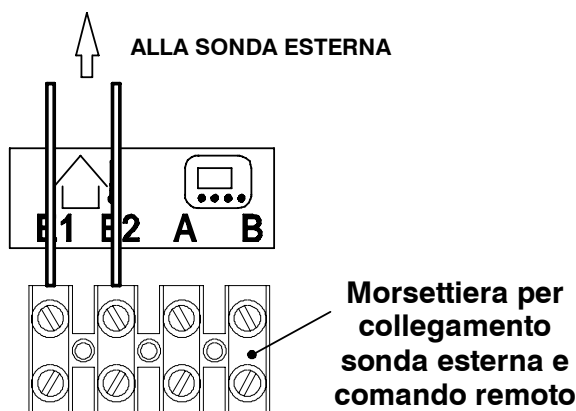

fig. 5.16
- Collegare ai morsetti **E1** e **E2** della morsettiera i due conduttori elettrici come indicato in fig. 5.16